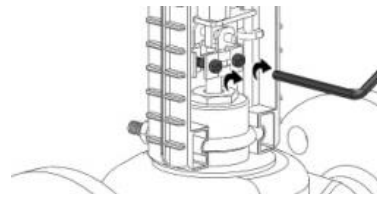

РИС.4
4. Соедините шток привода и шток клапана (Рис.4). Переместите зажимной хомут, ранее отвинченный, на середину, чтобы зажать шток клапана (выпуклость в середине хомута совмещена с канавкой штока привода), а затем затяните два винта, чтобы хомут был надежно закреплен. Инструмент для установки: шестигранный ключ $S = 5$ мм.